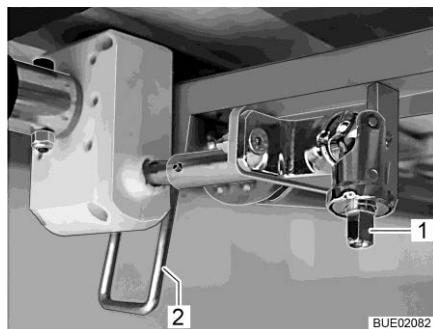

Fig. 136 Regolazione in altezza
- Fissare la manovella sul perno (Fig. 136,1).
- Ruotare verso il basso la leva (Fig. 136,2) in posizione verticale.
- Ruotare verso l'alto la leva (Fig. 136,2) in posizione orizzontale.